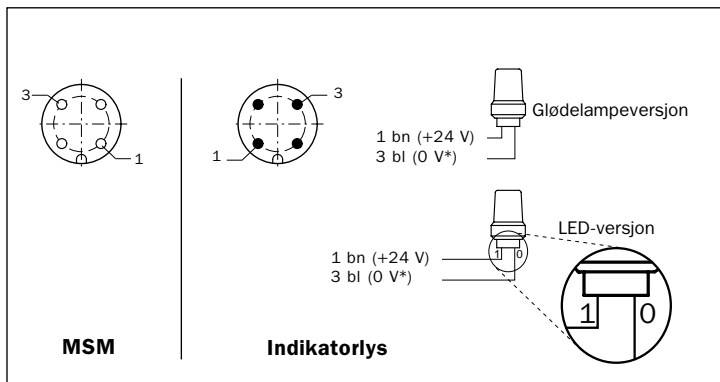

Fig. 7: Tilkoplingsskjema muting-indikatorlys: venstre MSM, høyre indikatorlys - \*) følg anvisninger.
- Ved tilkopling av LED-indikatorlampe pass på polaritet (se Fig. 7)